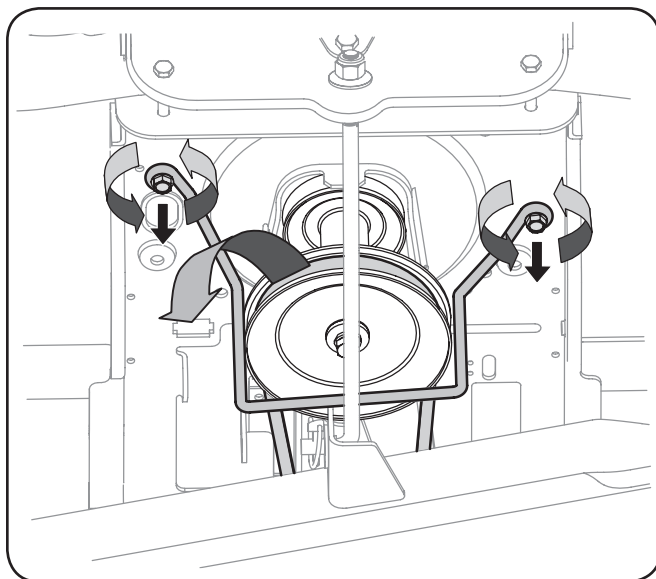

Figure 7-1
3. Repérez l'embrayage de la prise de force sous le devant du tracteur. Voir Figure 7-1.
4. Pour retirer le protecteur de courroie, procédez comme suit (voir Figure 7-1) :
11. Remplacez le protecteur de courroie. Voir Figure 7-1.